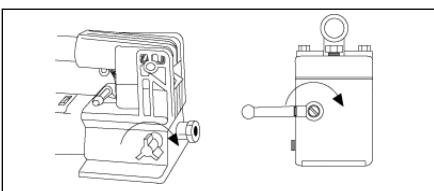

Figura 6
- Chiudere la valvola di rilascio ruotando la manopola in senso orario, come mostrato nella figura 6.